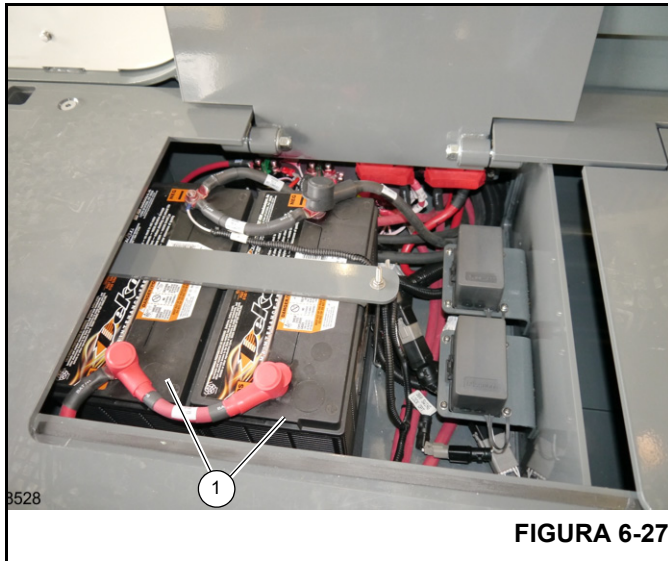

FIGURA 6-27
1. Abra a tampa do compartimento da bateria para obter acesso às baterias (1, Figura 6-27).